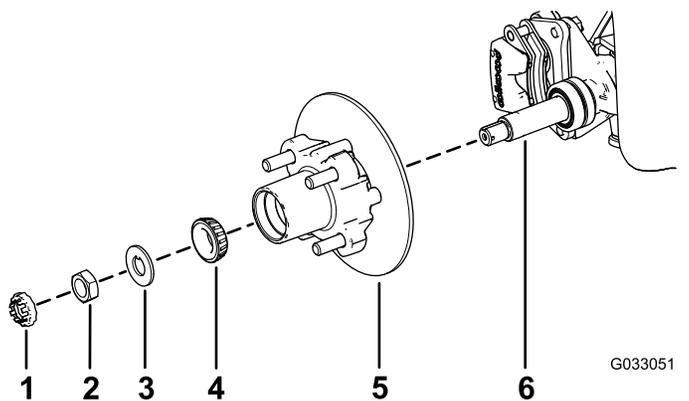

Рисунок 33
- Нанесите тонкий слой консистентной смазки указанного типа на ось (Рисунок 33).
- Установите ступицу и тормозной диск на ось так, чтобы тормозной диск был внутри (Рисунок 33).
- Установите наружный подшипник на ось и в наружное кольцо (Рисунок 33).
- Установите стопорную шайбу на ось (Рисунок 33).
поворачивая ступицу так, чтобы подшипник был посажен на место (Рисунок 33).
- Совместите тормозные колодки с обеих сторон тормозного диска (Рисунок 29) с отверстиями в кронштейне суппорта и отверстиями в креплении тормоза на цапфе (Рисунок 33).